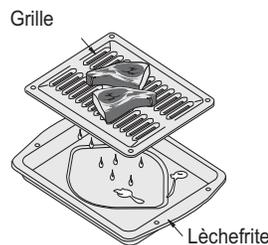

Figure 18 : Lèchefrite/grille
1. Disposez les grilles dans le four et placez la grille de la lèchefrite sur la lèchefrite, puis placez la viande sur la grille. Assurez-vous de respecter tous les avertissements et toutes les mises en garde (**Figure 18**).